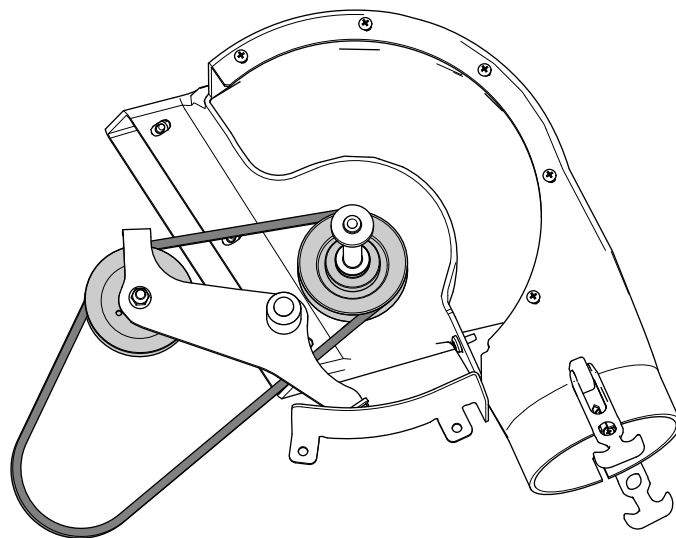

Figura 42
2. Montate la cinghia attorno alle pulegge all'interno del soffiatore (Figura 42).